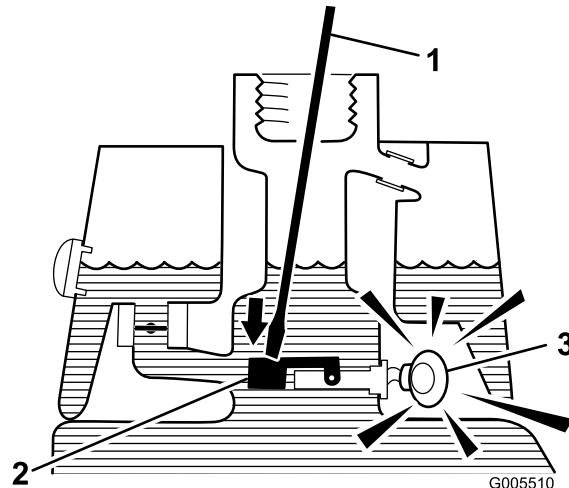

Figura 28
3. Insira uma barra ou uma chave de parafusos no bocal do depósito e empurre com cuidado o comutador de bóia (Figura 28). O alarme deverá ser ativado ao fim do período de desfasamento de um segundo.